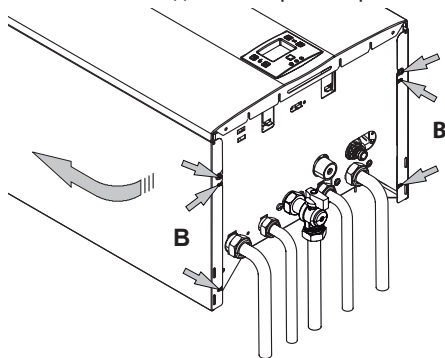

Рис. 9.2
- Ослабьте винты В (Рис. 9.2) и снимите две боковые панели, подтолкнув их вверх, чтобы высвободить из верхних крючков.